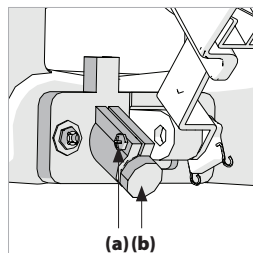

Fig. 6
- Suelte el tornillo de fijación (**Fig. 6, a**).
- Gire cuidadosamente el módulo láser (**Fig. 6, b**) hasta que la línea esté en paralelo con las marcas del cartón.